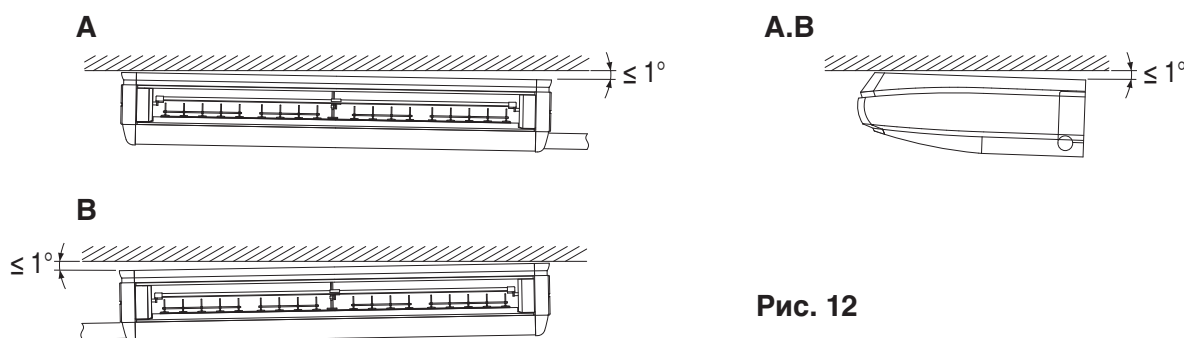

Рис. 12
- (5) В процессе подвешивания внутреннего блока используйте уровень для обеспечения нормального стока конденсата. Устанавливайте блок горизонтально. Также при наличии возможности производите установку таким образом, чтобы дренажный трубопровод располагался немного ниже. **(См. рис. 12)**